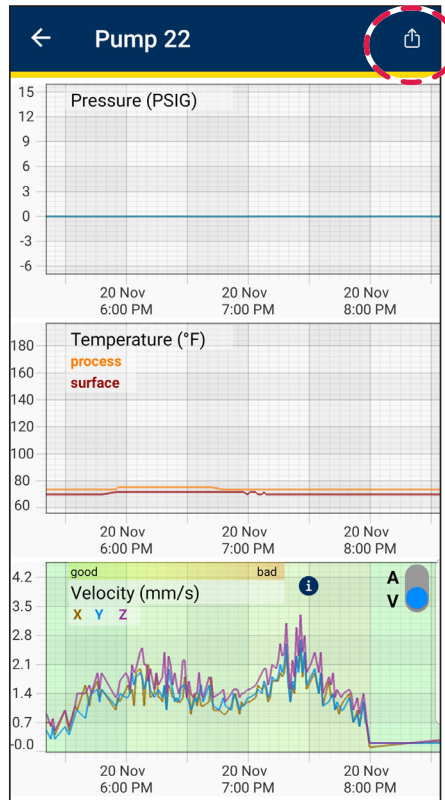

Abbildung 22
3. Wählen Sie das Symbol Exportieren aus (siehe Abbildung 22).